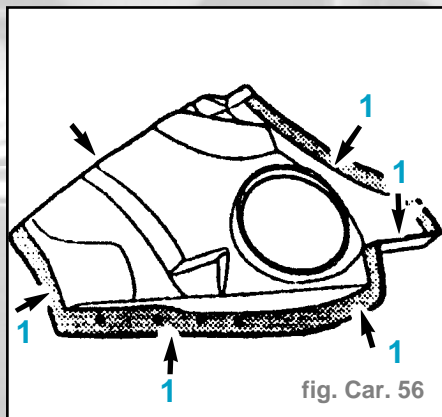

fig. Car. 56
- Percer des trous dans la zone (1) du renfort de tunnel d'arbre de transmission pour le soudage par bouchonnage (fig. Car. 56)